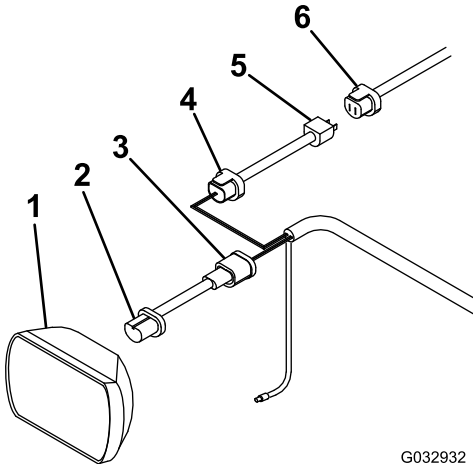

Figure 23
1. Débranchez le connecteur du faisceau de câblage à l'arrière du phare gauche du véhicule (Figure 23).
2. Branchez l'adaptateur de phare à l'arrière du phare gauche du véhicule (Figure 23).
3. Branchez le connecteur noir de l'adaptateur de phare au long faisceau de câblage (Figure 23).
4. Branchez le connecteur bleu de l'adaptateur de phare au connecteur bleu du long faisceau de câblage (Figure 23).
5. Branchez l'extrémité libre de l'adaptateur de phare au connecteur que vous avez débranché sur le faisceau de câblage du véhicule (Figure 23).